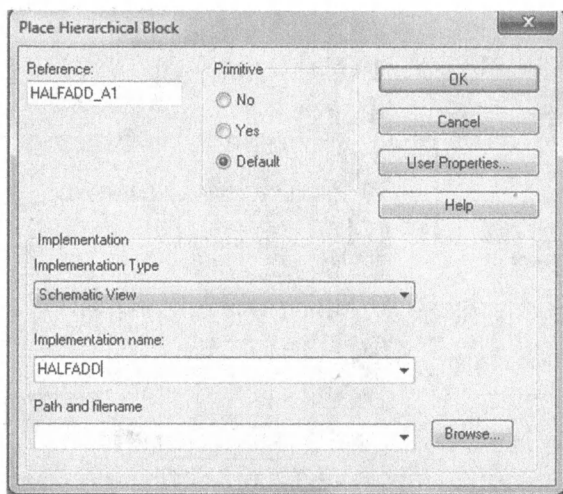

Рис. 18.21. Создание первого иерархического блока
2.2. В диалоговом окне Place выберите Hierarchical Block, укажите ссылку как HALFADD\_A1, тип реализации, имя реализации как HALFADD и нажмите OK (рис. 18.21).